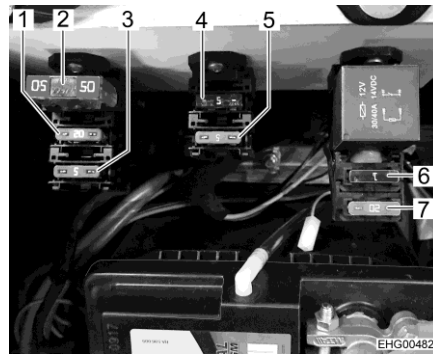

Fig. 35 Fusibles para batería del habitáculo y otros aparatos
El fusible plano 20 A (Fig. 35,1) está instalado junto a la batería del habitáculo debajo del asiento del acompañante (véase también apartado 9.7.1).
- Extraer el fusible plano 20 A (Fig. 35,1).